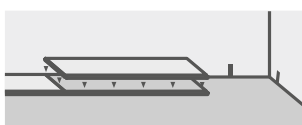
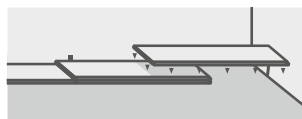
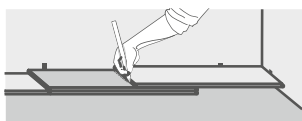
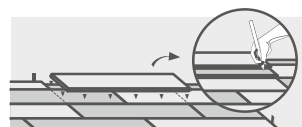

Рисунок 16
Рисунок 17
Рисунок 18
Рисунок 19
- Положить поверх последней установленной планки ещё одну планку (см. Рисунок 16 и Рисунок 19).
- Положить поверх второй планки третью планку (см. Рисунок 17 и Рисунок 19). Помнить о расширительном зазоре между планкой и стеной не менее 8 мм.
- Начертить карандашом линию на второй планке (см. Рисунок 18 и Рисунок 19). Отрезать планку ножом по прочерченной линии и уложить для завершения ряда.